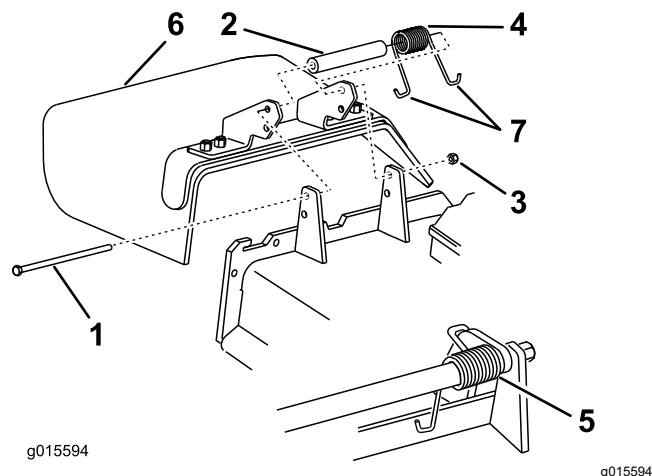

Figura 86
1. Togliete il dado di bloccaggio, il bullone, la molla e il distanziale che fissano il deflettore alle staffe orientabili del tosaerba (Figura 86).
2. Togliete il deflettore di sfalcio se è danneggiato o consumato (Figura 86).
Nota: Verificate che un'estremità a gancio J della molla si trovi dietro il bordo del piatto di taglio prima di montare il bullone, come illustrato nella Figura 86.
6. Infilate l'estremità a gancio J della molla attorno al deflettore dello sfalcio (Figura 86).